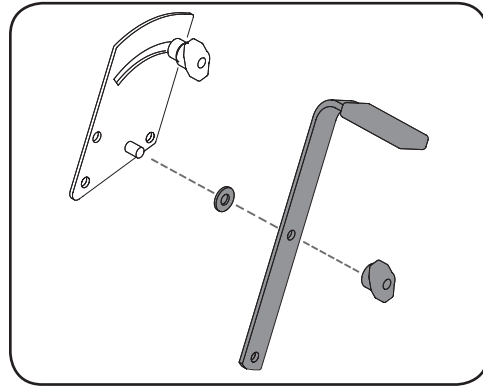

Figura 2-11
- Desmonte la manija de control de la placa de control; para ello, extraiga la tuerca de mariposa. Reserve la manija de control, la arandela y la tuerca de mariposa para la posterior reinstalación. Consulte la Figura 2-11.